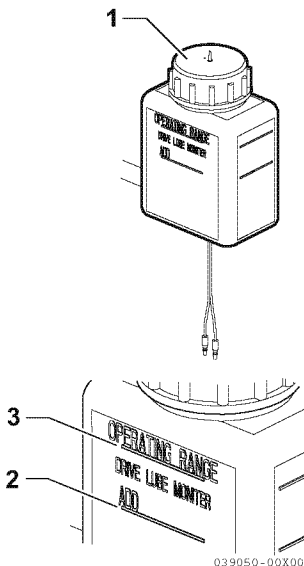

Abbildung 2
1. Ölstand des Heckantriebs prüfen (**Abbildung 2**). Der Ölstand muss auf oder nahe an der Markierung „OPERATING RANGE“ (voll) (3, **Abbildung 2**) auf dem Ölbehälter liegen (1, **Abbildung 2**).
2. Der Ölstand ist zu niedrig, wenn er unter der Markierung „ADD“ (Nachfüllen) (2, **Abbildung 2**) auf dem Ölbehälter liegt (1, **Abbildung 2**). Bei Bedarf mit dem vorgeschriebenen Öl nachfüllen. Siehe Befüllen des Heckantriebs mit Öl auf Seite 26.